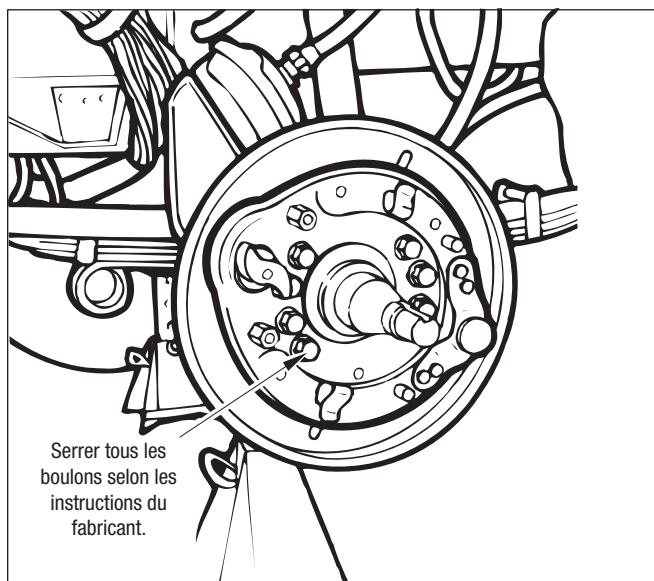

Figure 45 – Pose des boulons du porte-segments
4. Serrer les écrous dans l'ordre au couple conforme du fabricant, cf. *Figure 45*.